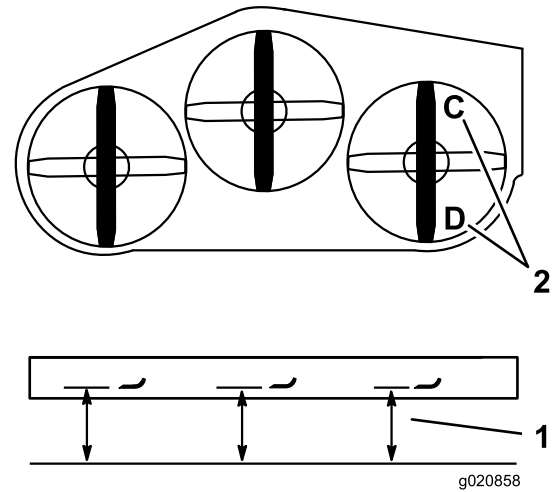

Figure 82
- Tournez la lame droite dans le sens longitudinal (Figure 82).
- Mesurez et notez la distance au point **C** entre la surface plane et le tranchant de la pointe de la lame droite (Figure 82).
- Mesurez et notez la distance au point **D** entre la surface plane et le tranchant de la pointe de la lame droite (Figure 82).
Remarque: La lame doit être plus basse de 6 à 10 mm ($\frac{1}{4}$ à $\frac{3}{8}$ po) au point **C** qu'au point **D** (Figure 82). Si ce n'est pas le cas, passez aux opérations suivantes.
2. Tournez la lame droite dans le sens longitudinal (Figure 82).